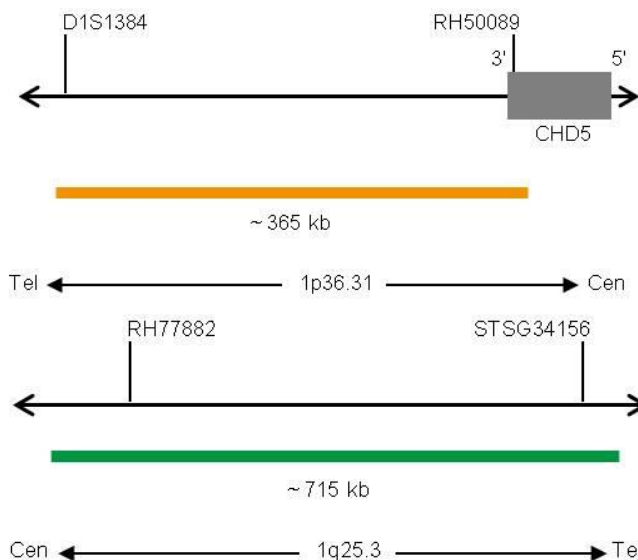

Fig. 1: Arriba: SPEC 1p36 Mapa de la sonda; abajo: SPEC 1q25 Mapa de la sonda (no está a escala)
- Polinucleótidos marcados en naranja (excitación a 547 nm/emisión a 572 nm) ZyOrange (~4,5 ng/ $\mu$ l), dirigidos a secuencias localizadas en 1p36.31\* (chr1:5,808,946-6,176,336) (ver Fig. 1).
- Polinucleótidos marcados en verde (excitación a 503 nm/emisión a 528 nm) ZyGreen (~10 ng/ $\mu$ l), dirigidos a secuencias localizadas en 1q25.3\* (chr1:184,271,714-184,986,522) (ver Fig. 1).